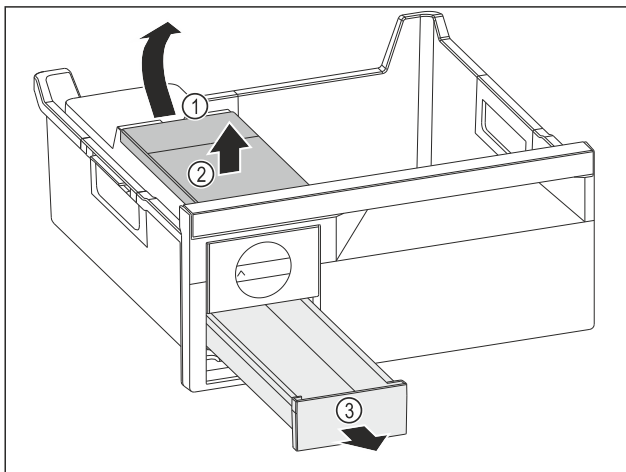

Fig. 140
- ▶ 取出水箱：从凹槽 Fig. 140 (1) 抬起水箱。
- ▶ 朝上取出水箱 Fig. 140 (2)。
- ▶ 朝前取出冰块抽屉 Fig. 140 (3)。